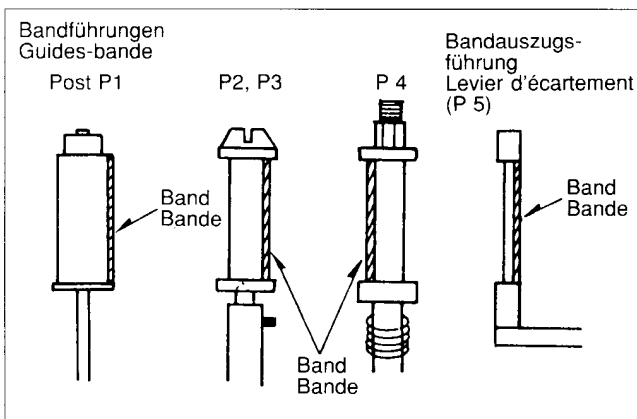

Fig. 46
7. Eine Videokassette einschieben und sicherstellen, daß die Kanten des Bandes am oberen Rand oder unteren Ende der Bandführungen P1, P2, P3, P4 sowie an der Bandauszugsführung P5 keine Schlaufen bilden. Fig. 46/47
7. Introduire une cassette vidéo et s'assurer que les bords de la bande ne présentent pas d'ondulations aux parties hautes ou basses des guides-bandes P1, P2, P3, P4 ainsi que du guide d'extraction P5. Fig. 46/47